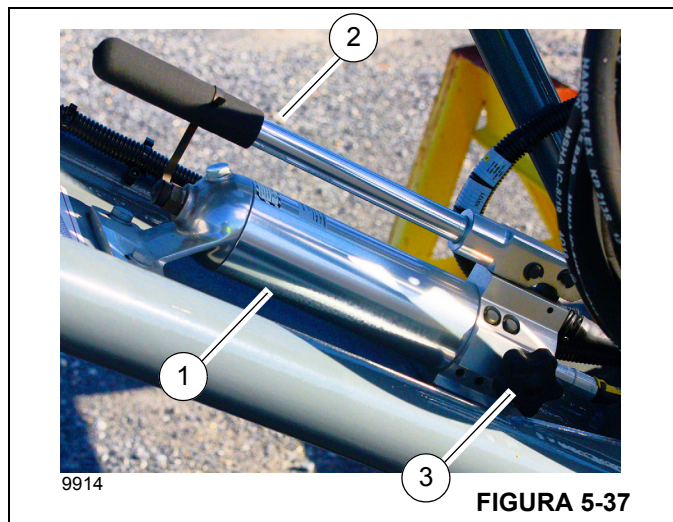
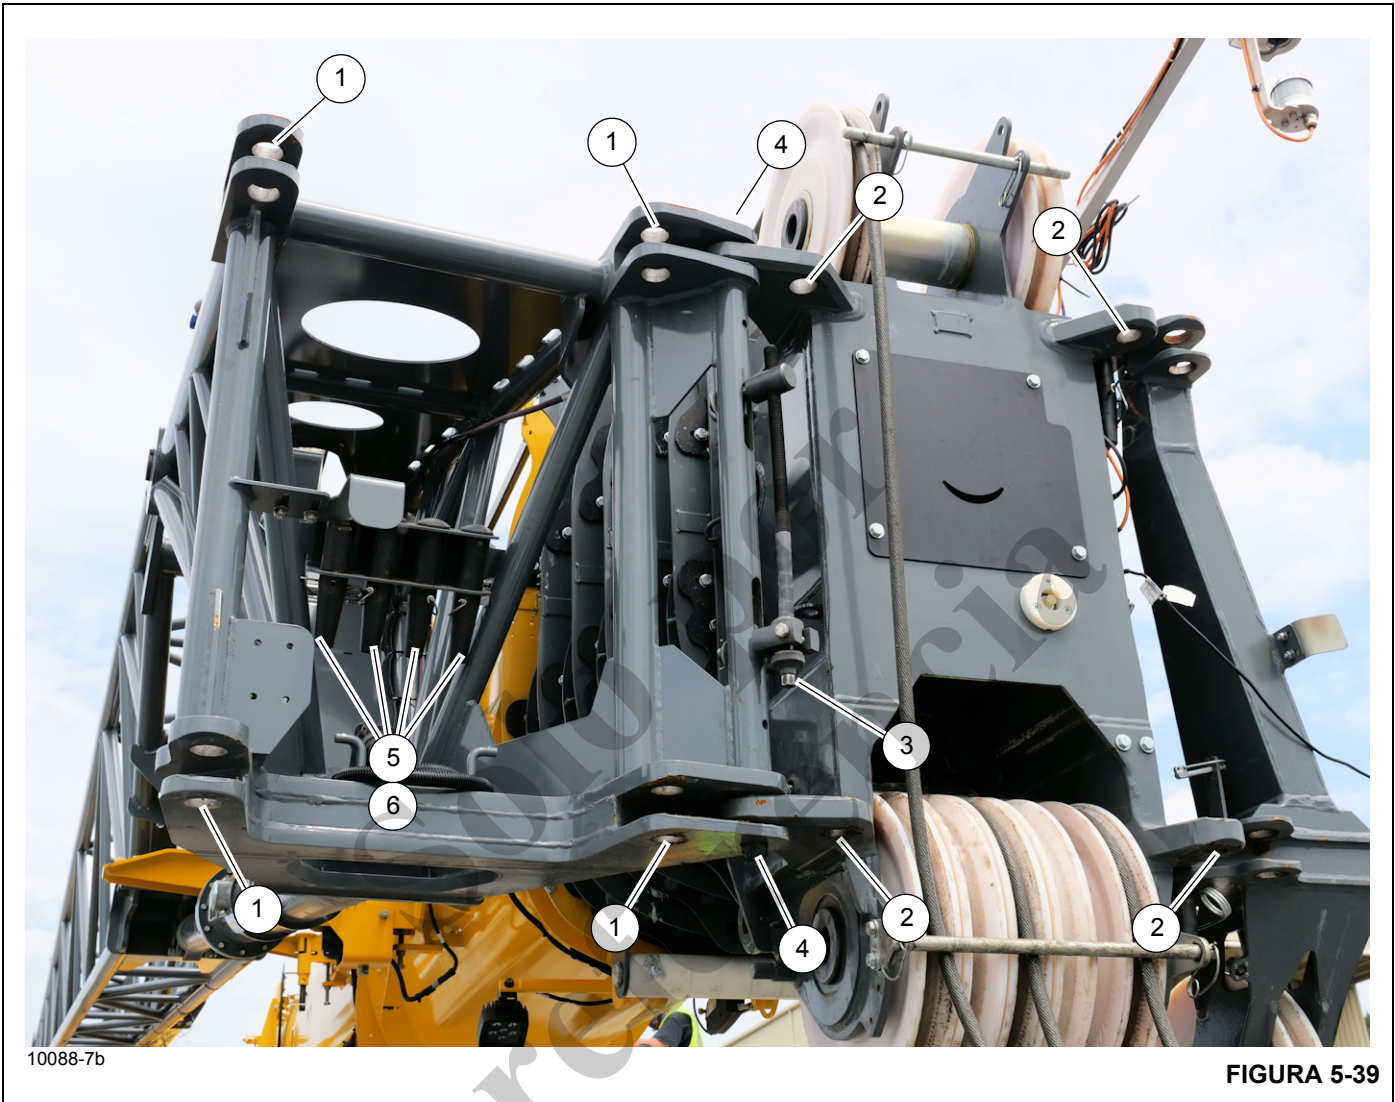
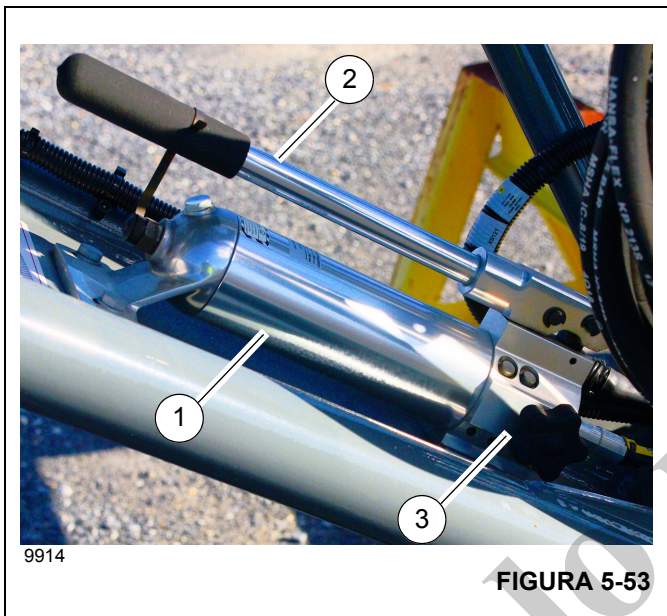

FIGURA 5-37
FIGURA 5-39
FIGURA 5-53
8. Si es necesario, gire el tornillo nivelador (3, Figura 5-39) en sentido horario para retraer por completo los pasadores de instalación de la extensión de la pluma (4) con una llave de impacto, una extensión y un casquillo de 14 mm.
10. Suba y baje la extensión de la pluma según sea necesario para alinear los orificios de los accesorios de anclaje de la extensión de la pluma (1, Figura 5-39) con los orificios de la orejeta de sujeción de la punta de la pluma (2). Alinee y asegure los pasadores de instalación de la extensión de la pluma (4) en los orificios de la punta de la pluma con un atornillador de impacto, girando el tornillo nivelador (3) en sentido contrahorario.
12. Retire los pasadores (5, Figura 5-39) y las pinzas de sujeción (6) del soporte de almacenamiento. Fije la extensión de la pluma a la punta de la pluma usando cuatro pasadores (5) insertados a través de los orificios de los accesorios de anclaje de la extensión de la pluma (1) y los orificios de la orejeta de fijación de la punta de la pluma (2). Asegure los pasadores (5) con pinzas de retención (6). Utilice el gato (1, Figura 5-37), según sea necesario, para instalar el cuarto pasador de la siguiente manera:
- b. Opere el mango del gato (2, Figura 5-37) para alinear los orificios de la extensión del brazo con el orificio de la punta de la pluma.
11. Asegúrese de que los pasadores de instalación de la extensión de la pluma (4, Figura 5-39) estén completamente extendidos en los agujeros de la punta de la pluma y que la manija del pasador de montaje delantero
12. Retire cuatro pinzas de retención (6, Figura 5-39) y pasadores (5) de los orificios de los accesorios de anclaje de la extensión de la pluma (1) y de los orificios de los accesorios de fijación de la pluma principal (2). Asegure los pasadores (5) y las pinzas de retención (6) en el receptáculo de la extensión de la pluma.
15. Con el cable guía, gire hacia afuera la extensión de la pluma en la rampa trasera, de modo que los pasadores de instalación de la extensión de la pluma (4, Figura 5-39) se alineen con los orificios de los accesorios de sujeción de la punta de la pluma.
16. Con una llave de impacto y una extensión de casquillo de 14 mm, gire el tornillo nivelador (3, Figura 5-39) en sentido contrahorario para extender los pasadores de instalación de la extensión de la pluma (4) en los accesorios de fijación de la punta de la pluma. Extienda el tornillo nivelador hasta que los pernos y las arandelas
Para evitar la muerte o lesiones graves, asegúrese de que los pasadores de instalación de la extensión de la pluma (4, Figura 5-39) se instalen antes de retraer el pasador de montaje delantero (pasador n.º 2).
20. Instale cuatro pasadores (5, Figura 5-39) y pinzas de retención (6) para asegurar la extensión de la pluma a la punta de la pluma. Si es necesario, utilice el gato (1, Figura 5-53) para instalar el cuarto pasador: